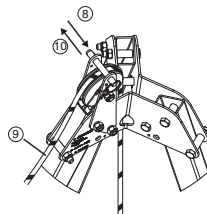

Fig. 10
8. Retirer la broche à bille se trouvant au dessus de la poulie de renvoi en haut du trépied TRACPODE™ (fig.10, 8).
9. Passer la drisse de l'appareil DEROPE™ autour de la poulie de renvoi (fig.10, 9).
10. Remettre en place la broche à bille afin d'empêcher la drisse de sortir de la poulie de renvoi (fig. 10, 10).